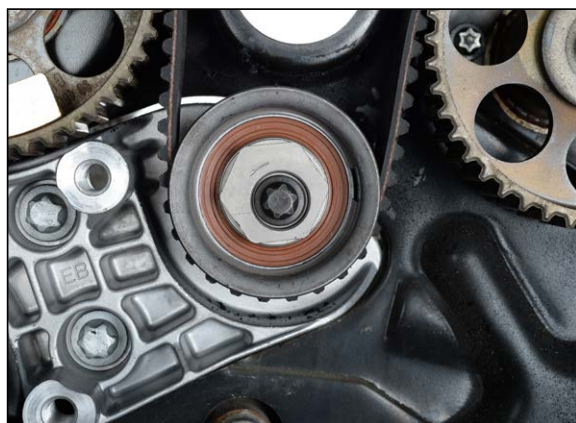

fig. 18
4. Rotiți excentricul rolei de întindere de sus cu un întinzător MKM-6038 sau cu un clește de pompă de apă în sens invers acelor de ceasornic, până când vârful excentricului ajunge în poziția orei 11 (fig. 18).